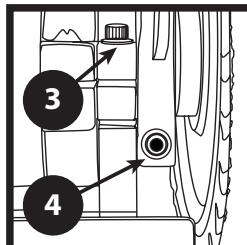
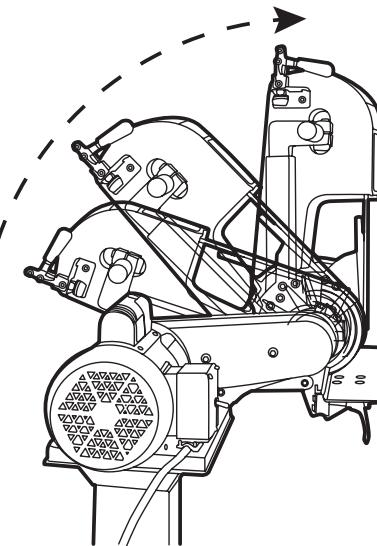

FIGURA 2
FIGURA 5
2. Coloque el tornillo Allen de 5/16" que fija el brazo de soporte de la mesa al bastidor y aflojelo. (Figura 2)
4. A continuación, afloje el perno de seguridad de la rueda de contacto con una llave Allen de 3/16". Así será posible ajustar la máquina a las posiciones vertical u horizontal (Figura 5) al moverla y ajustarla. Tenga cuidado de no sobreajustar los tornillos Allen. Como regla general, un giro ajustado de 1/4 será suficiente. (Figura 2)
1. Con ayuda de una llave Allen de 5/16", afloje el perno sujeta el bastidor de soporte principal de la máquina (véase la Figura 2).